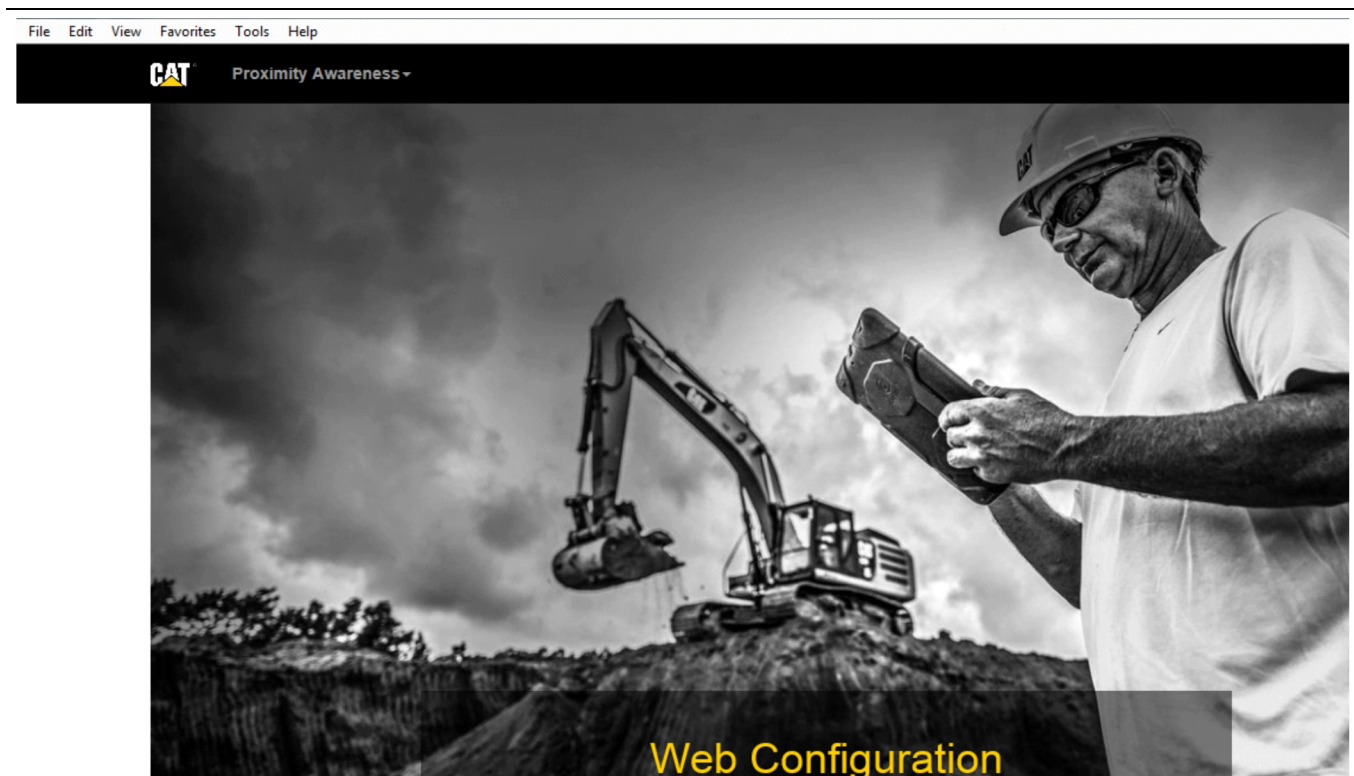

Abbildung 32
5. In die Adresszeile "10.0.0.10:8000" eingeben. Die Startseite "Web Configuration (Webkonfiguration)" sollte angezeigt werden (siehe Abbildung 32).